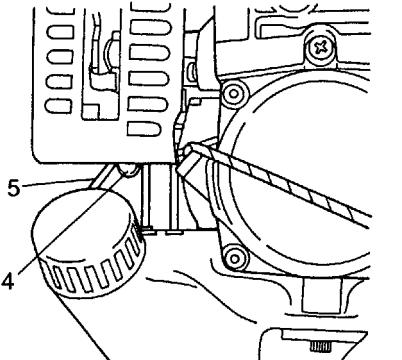
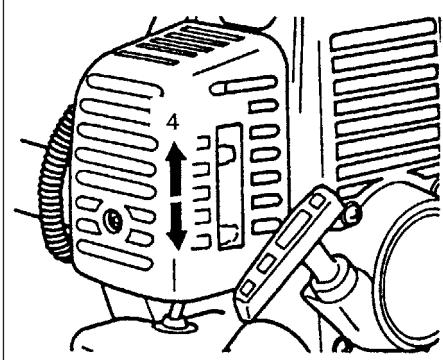

Fig. 2-2C
Fig. 2-3
\* Pumpa på handpumpens blåsa (4) tills bränsle strömmar in i returledningen (5) (om sådan finns). (Fig. 2-2C)
2. Med avtryckaren (2) nedtryckt (om sådan finns) skall du dra gasreglaget och trycka på gasregleringsläset (1). Släpp därefter först gasreglaget sakta och sedan avtryckaren (2). Detta gör att gasreglaget blir låst i startläget.
3. Skjut chokereglaget till stängt läge (4). (Fig. 2-3)